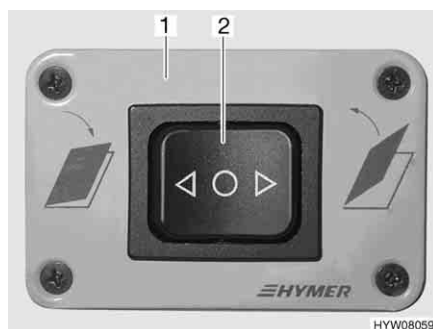

Fig. 65 Centralina di controllo per l'oblò
L'oblò a comando elettrico può essere aperto o chiuso con il pulsante basculante (Fig. 65,2) sulla centralina di controllo (Fig. 65,1). L'oblò può essere aperto durante la marcia.
- Premere verso destra il pulsante basculante (Fig. 65,2) sulla centralina di controllo (Fig. 65,1).
- Premere verso sinistra il pulsante basculante (Fig. 65,2) sulla centralina di controllo (Fig. 65,1).